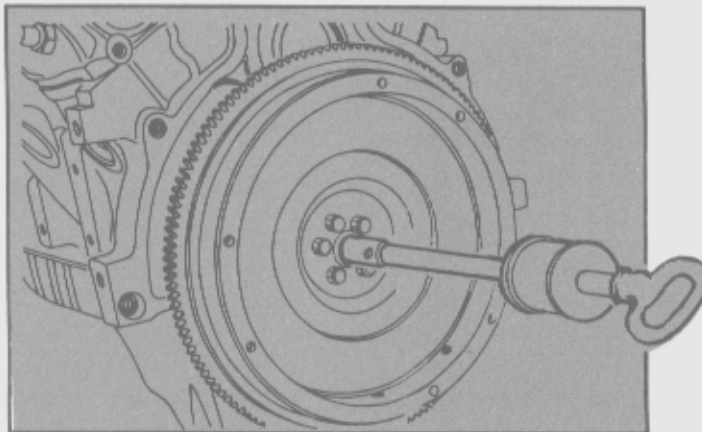

Fig. 49 - Extracción del buje piloto.
- Retirar el buje piloto utilizando las herramientas especiales T50T-100-A y T58L-101-A (Fig. 49).